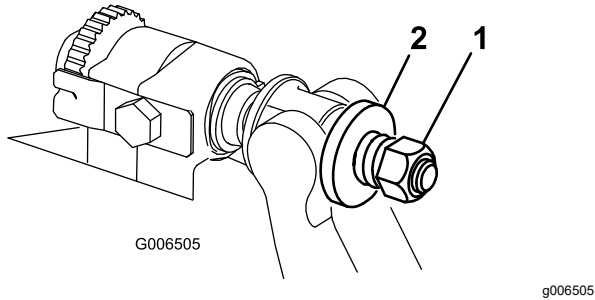

Bild 33
- Ziehen Sie die Federspannungsmutter an, bis die Feder zusammengedrückt ist, drehen Sie sie dann um eine halbe Umdrehung heraus (Bild 33).